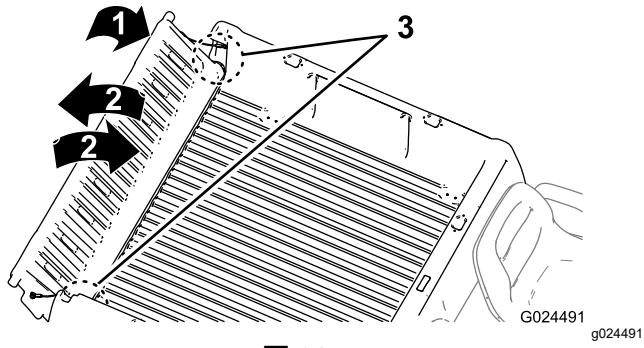

図 21
2. テールゲートを 45°程度の角度にする図 21。
3. この位置から、テールゲートを小刻みに前後に振るよう�数回往復させる図 21。